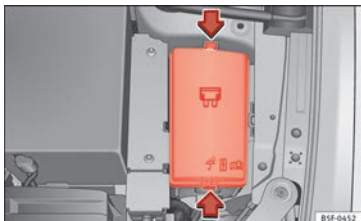

Abb. 203 Im Motorraum: Abdeckung des Sicherungskastens.
- Drücken Sie die Verriegelungslaschen, um die Abdeckung des Sicherungskastens zu entriegeln »» **Abb. 203.**